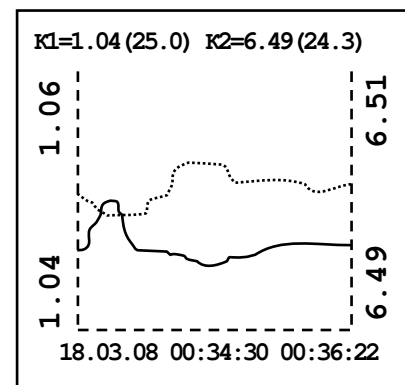

Рисунок 7.5 - Режим измерения «График»
«**График**» – задаётся отображение измеренных значений по двум каналам в виде графика (смотри рисунок 7.5);
- «**Линия**» – задаётся тип линии тренда в режиме измерения «**График**» (смотри рисунок 7.5);